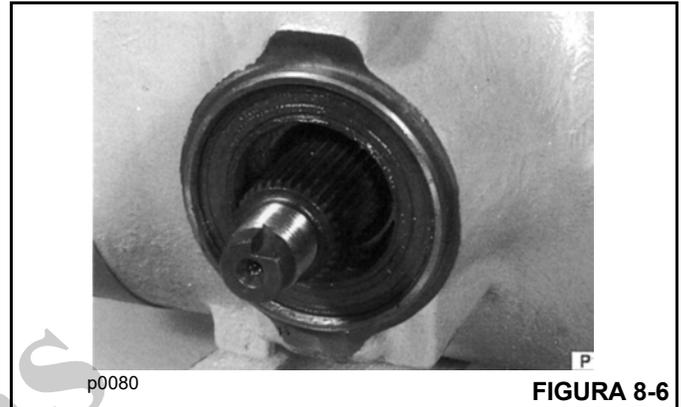

FIGURA 8-6
3. Remova a vedação (Figura 8-6) e instale uma nova. Lubrifique os lábios na nova vedação com graxa antes de instalar.